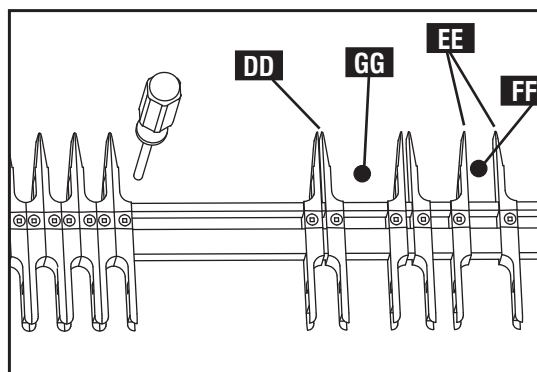

Fig. C15
NOTA: Si el encastre no se mueve, empuje hacia abajo ligeramente sobre el tornillo después de que esté flojo para liberar el encastre. Aunque los pares de encastres (DD) Fig. C15 pueden ubicarse en cualquier lugar para las juntas de espacios variables, en general se mueven juntos, como se muestra en (DD). Cuando se separan (EE), no realice cortes entre el área de borde horizontal (FF). Sólo corte en el área angular (GG).